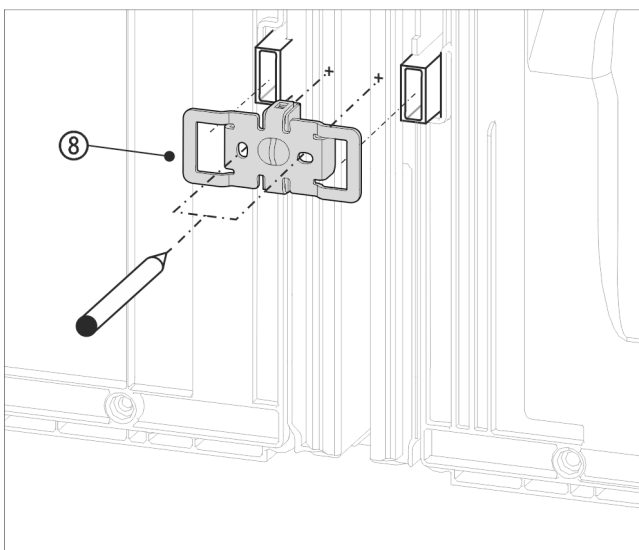

Fig. 17 Illustrationen är ett exempel
- Tryck fast vinkel Fig. 17 (8) med uttagen över intaget för väggavståndshållaren.